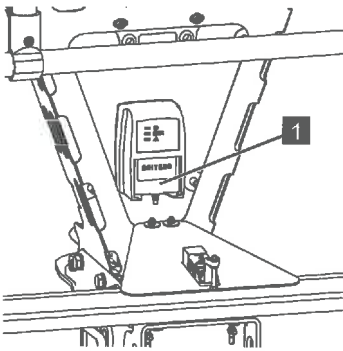

Abb. 204
4. Geladene Batterie (Abb.204/1) aus dem Ladegerät entnehmen und leere Batterie einsetzen.